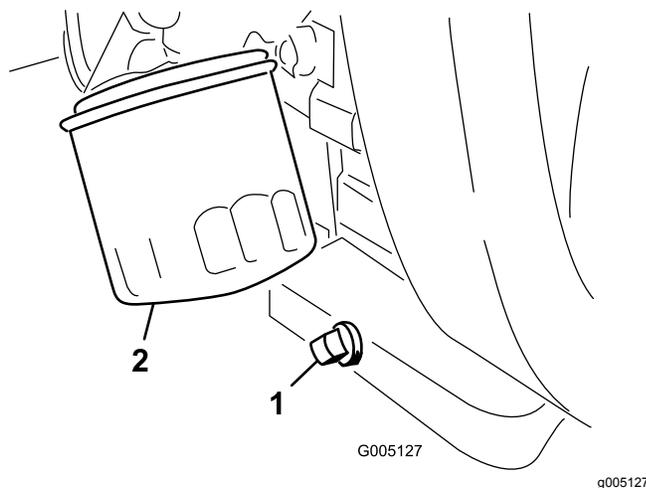

Рисунок 28
1. Снимите маслосливную пробку (Рисунок 28) и дайте маслу стечь в сливной поддон. Когда масло перестанет течь, установите маслосливную пробку на место.
2. Снимите масляный фильтр (Рисунок 28).